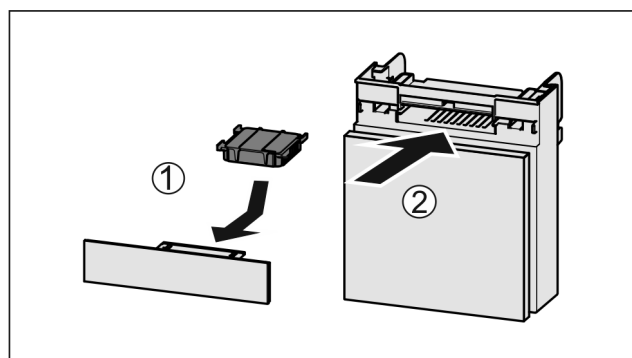

Fig. 123
- Filtr s aktivním uhlím vložte podle vyobrazení Fig. 123 (1).
- Zásuvku zasuňte Fig. 123 (2).